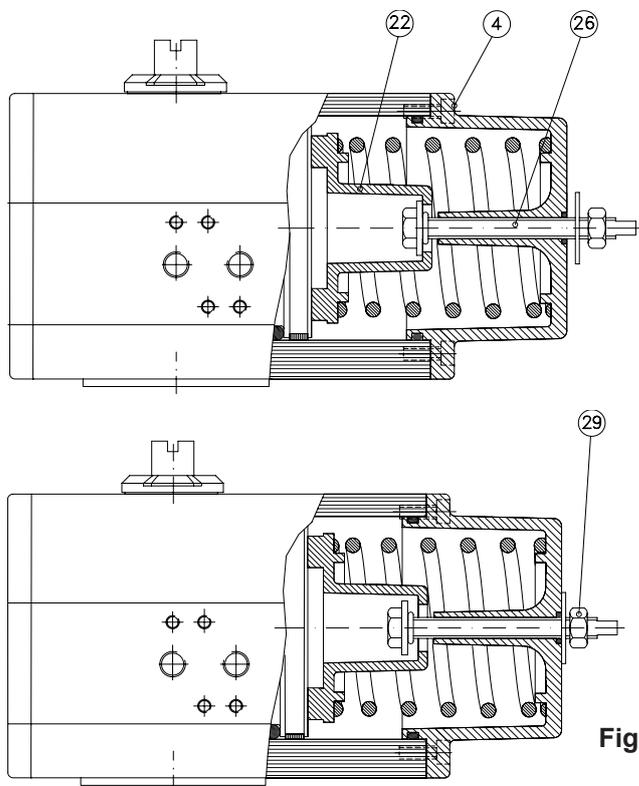

Fig. 4
2. Vérifier que les ressorts peuvent presser le piston en position d'origine selon la figure 4.
4. Desserrer le contre-écrou (29).
5. Tourner la vis de serrage (26) dans le sens inverse des aiguilles d'une montre jusqu'à ce qu'il touche le guide-ressort (22).
6. Démontez la boîte ressort en desserrant les vis (4).